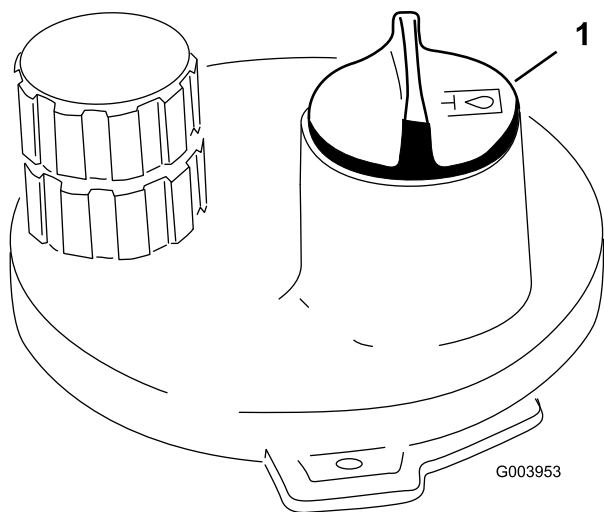

Figura 36
3. Pulite attorno al collo del bocchettone e del tappo del serbatoio idraulico (Figura 36). Togliete il tappo dal collo di riempimento.